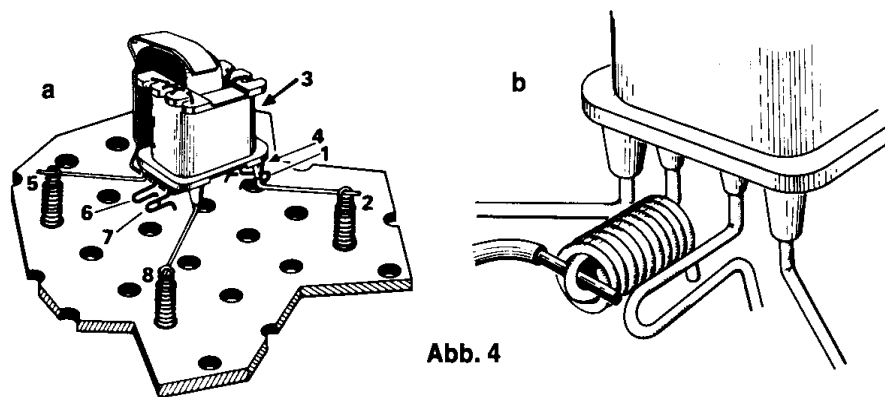

Abb. 4
2.4.1. Ausgangstransformator – gelb (51)
Zur Befestigung klemme die Anschlüsse 2, 3, 5 und 8 in Haarnadelfedern, wie es in Abbildung 4 a und auf der Bestückungskarte gezeichnet ist. Auf die Anschlüsse 1, 4, 6 und 7 werden kleine Spiralfedern (22) gesteckt (Abb. 4 b), mit denen du die Drähte oder Einzelteile befestigt. Das Mittelteil des gelben Ausgangstransformators ist auf der Bestückungskarte farblos gedruckt.
2.4.2. Treibertransformator – blau (52)